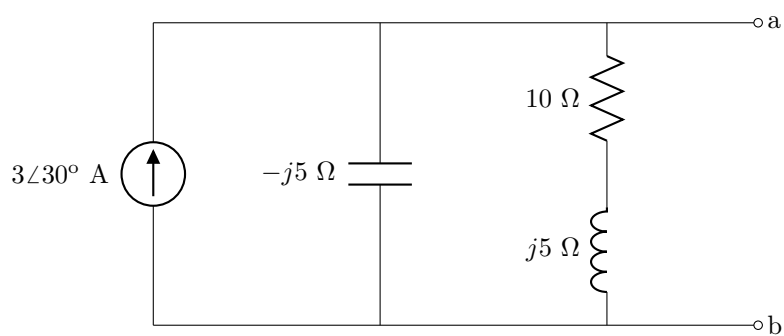

Figura 4.14: Circuito del problema 43.
43. Para el circuito mostrado en la figura 4.14 encuentra: a) la tensión de circuito abierto,  $\underline{U}_{ab}$ ; b) la corriente hacia abajo en un cortocircuito entre los terminales a y b; c) la impedancia equivalente Thevenin,  $\underline{Z}_{TH}$ .